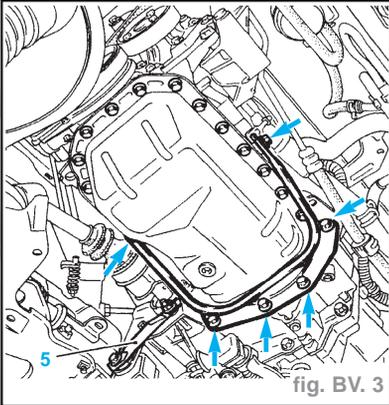

fig. BV. 3
**Sous le véhicule** (fig. BV. 3)